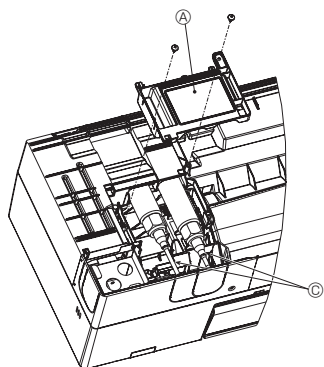

Fig. 3-16
- (4) Déposer le couvercle de boîtier Ⓐ. (Fig. 3-16)